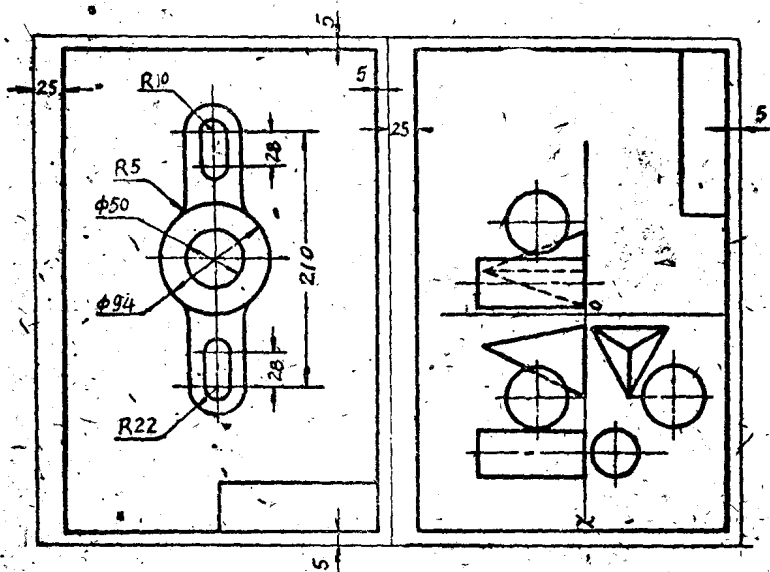

图 2.
1. 本次作业画在3号图紙上,分二栏。第一栏作第2題,第二栏在学完第五章后作第11題。图面布置如图2所示。